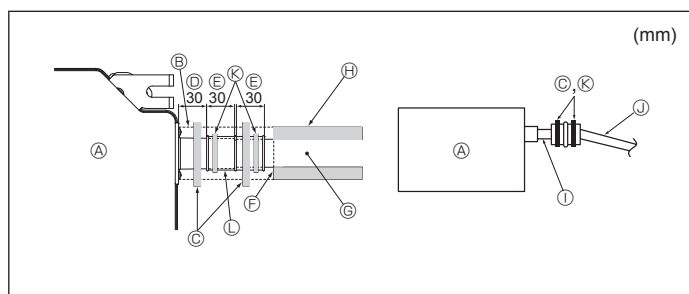

Fig. 3-5
1. Tilslut drænmuffen (følger med enheden) til drænporten. (Fig. 3-5)